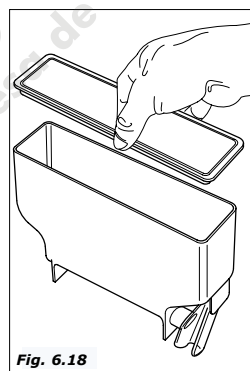

Fig. 6.18
- desmontar las tapas y rampas de producto (Fig.6.18). Sumergir todo en la solución anteriormente preparada